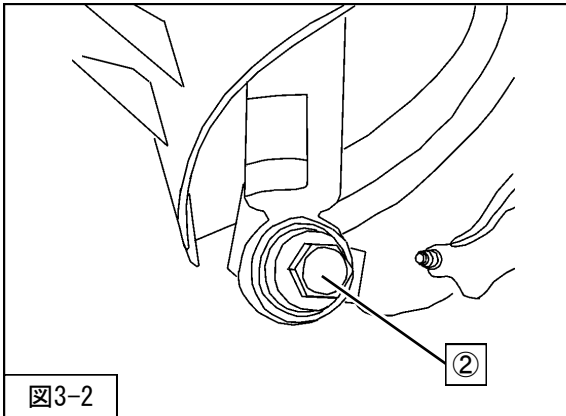

図3-2
3. ②リアショックアブソーバASSYロア取付ボルトを取外してください。（図3-2）